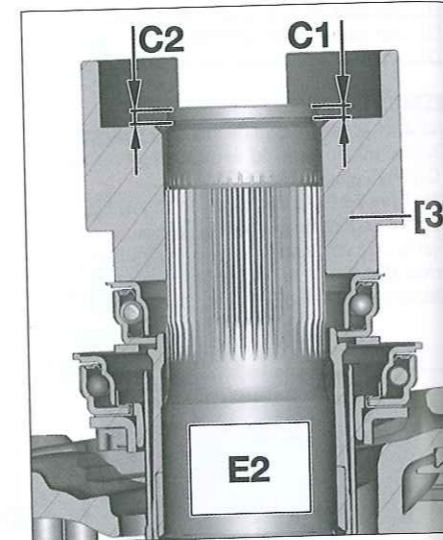

Fig. 10
- Repetir los valores (B) calculados anteriormente para el tope de embrague E1.
- Con la regla y del comparador [2] medir el valor C1 y C2 (Fig.10).